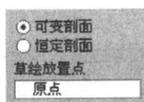

图 1-3
- 选项: 单击【选项】按钮，打开如图 1-3 所示的面板。在该面板选择扫描形式为“可变剖面”扫描还是“恒定剖面”扫描; 若扫描为曲面，则在该面板设定扫描曲面的端面为开口还是封闭，以及设定草绘面在原始轨迹线中的位置。